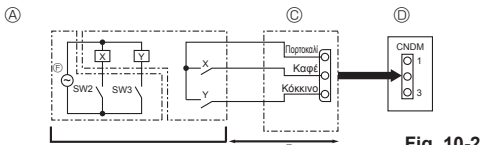

Fig. 10-2
10.2. Λειτουργία ρύθμισης (επιτίπου τροποποίηση) (Fig. 10-2)